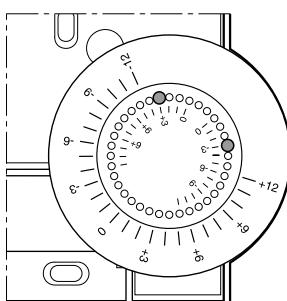

Figure 6: Limiter la plage de réglage
- ▶ Déplacez les deux petites goupilles pour limiter la plage de réglage (voir Figure 6). Pour cela, aidez-vous de l'échelle intérieure: à la Figure 6, les goupilles sont réglées de façon à ce que la molette de réglage ne puisse être réglée que de $\pm 3^{\circ}\text{C}$ autour du point d'origine.